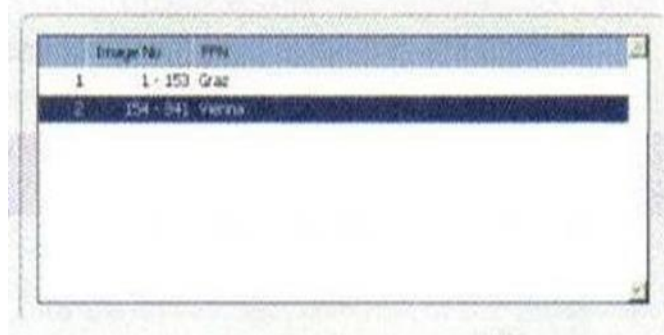

Figura 29. Selección del vuelo de interés – Ventana View
2. Presione en el panel de interfase (IP) el botón  y resalte el siguiente proyecto de la lista, hasta seleccionar el vuelo que acaba de realizar Figura 29.